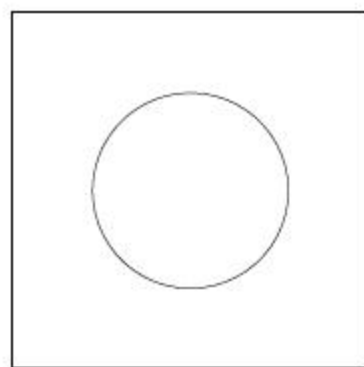

图8-196 绘制圆形
- 02 调用C【圆】命令，拾取矩形的几何中心为圆的圆心，绘制半径为137的圆形，结果如图8-196所示。